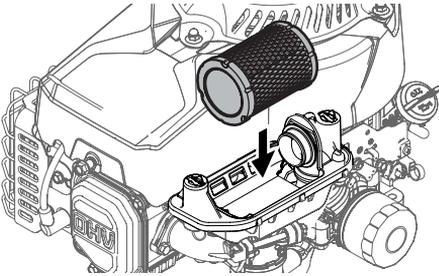

Figure 13
6. Attachez le nouveau filtre à air avec l'élément en mousse en alignant le trou du filtre à air avec le collecteur d'admission (Figure 13).